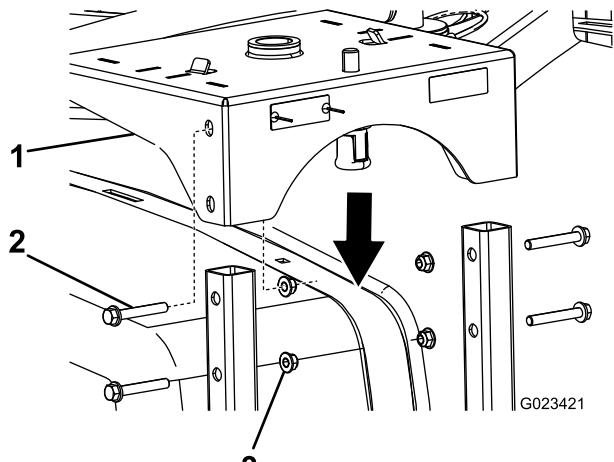

図 3
- ホースリール・フレームの上にホースリール・ベースを固定する；長いボルト (3/16 インチ) 4本と、フランジナット (3/16 インチ) 4個を使用して図 3 のように取り付ける。